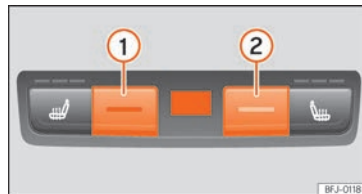

Fig. 148 Na parte traseira da consola central: comandos para os lugares traseiros.
- Pressione os botões ① e ② » Fig. 148 para ajustar a temperatura.